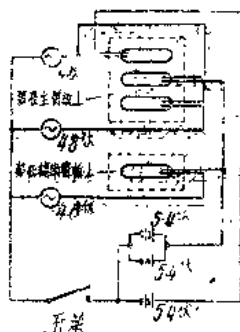

图 5
现将上海局使用水银接触器的接线方法介绍如下（图5）。此种接线包括主臂板电灯电源转换的功用，但这种转换电源方法只适合于列车繁忙的地方。
2. 为了使电池放电不过大，最好采用串并联結綫方法（参照图 5 及后面上海局試驗报告資料）；